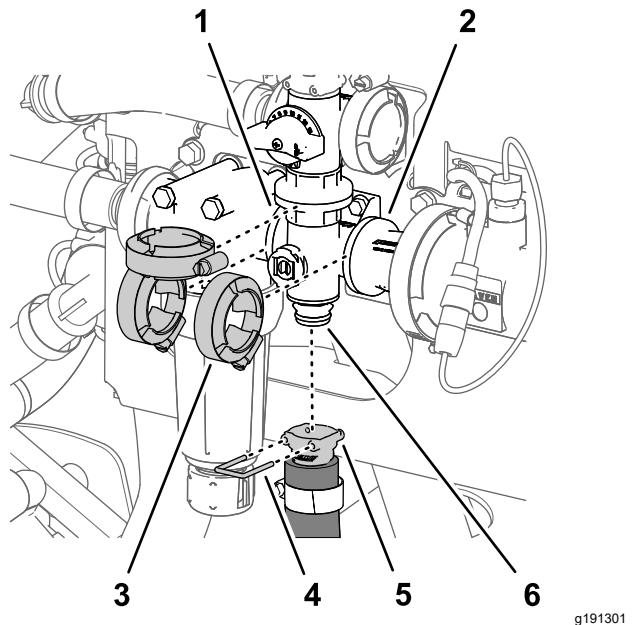

Bild 136
2. Befestigen Sie den Rührwerkventilverteiler mit drei Flanschklemmen, die Sie in Entfernen des Rührwerkventilverteils \(Seite 95\) entfernt haben, lose am Rührwerksicherheitsventil, am Druckfilterkopf und am Kupplungsadapter (Bild 136).
5. Ziehen Sie die drei Flanschklemmen mit der Hand an (Bild 136).
6. Befestigen Sie die Schnellkupplung des Rührwerkschlauchs mit dem Schnellkupplungsstift am Schnellkupplungsanschlussstück des Rührwerkventilverteilers (Bild 136).